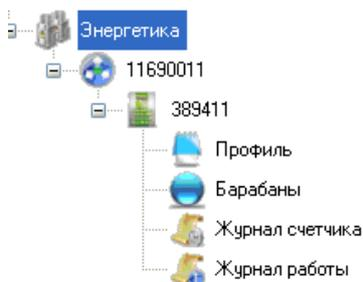

Рисунок 1 Контейнер Энергетика
9.1.3. Считайте показания профиля нагрузки счетчика из памяти изделия, используя «Программу конфигурации ТК16L/E-422» (ConfigTK16L.exe), см. Рисунок 1.